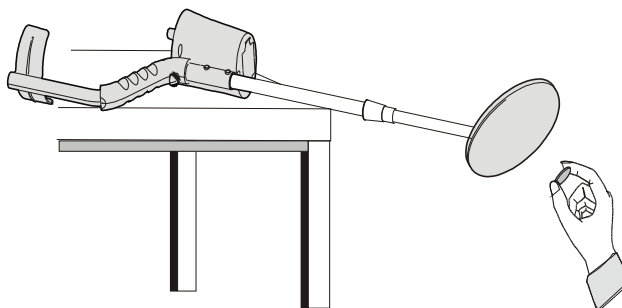

Fig. 9
- Læg detektoren på et træ- eller plastikbord. Lad søgehovedet rage mindst 5 tommer (15 cm) ud over bordkanten. (Fig. 9).